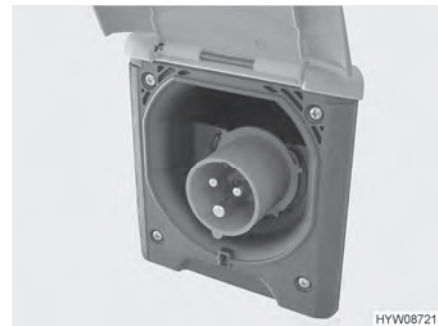

Fig. 103 Collegamento a 230 V al veicolo (presa CEE)
- Aprire la copertura del collegamento a 230 V sul veicolo (Fig. 103) e inserire l'innesto rapido. Verificare che il nasello di innesto del coperchio ribaltabile teso a molla sia innestato.